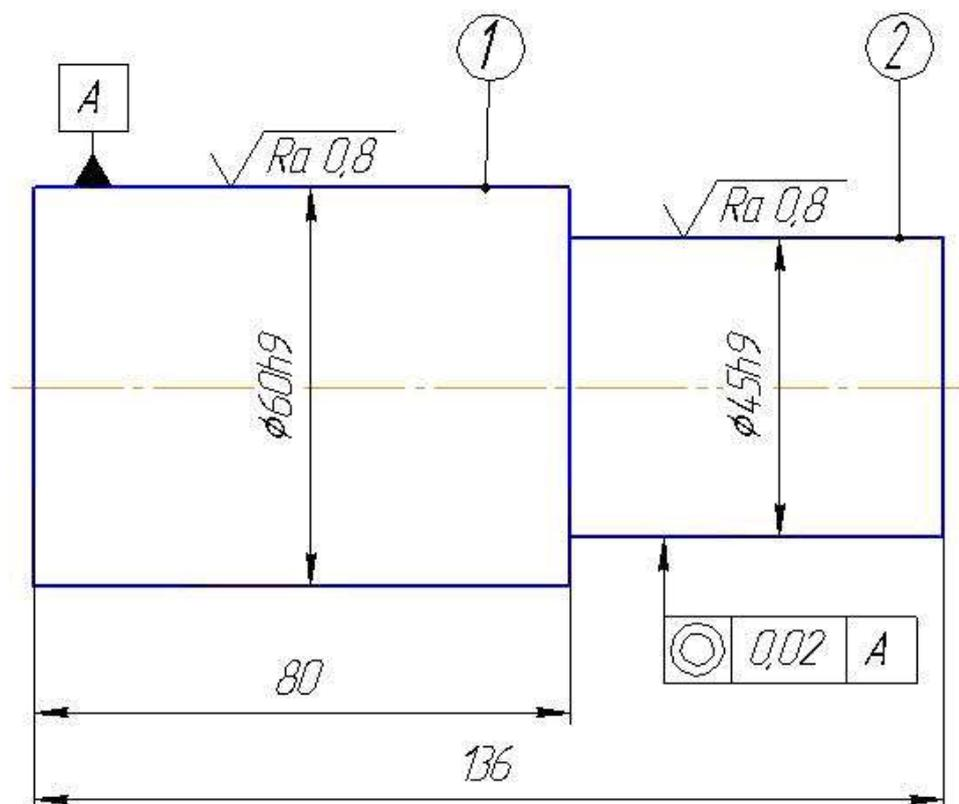

Рисунок 1
4. Качество обработки поверхности 1 (рис.1) задано...
8. Выбрать способ обработки вала (рис.1) при одновременном шлифовании НЦП $\varnothing 45h9$ мм и $\varnothing 60h9$ мм
11. Назначить способ получения заготовки для вала (рис.1), если она изготавливается в условиях единичного производства из стали 45
16. Выбрать правильный маршрут обработки вала (рис.1) в условиях серийного производства: